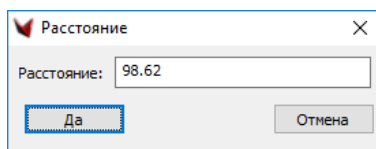

Рисунок 3.8 – Вікно введення відстані для обчислення засічки
- 2.3. З'явиться вікно *Відстань* [*Расстояние*] (рис. 3.8), де необхідно ще раз підтвердити введену відстань (або, при потребі відредагувати) натисканням кнопки *Так* [*Да*].
4. З'явиться вікно **Відстань [Расстояние]** (аналогічне рис. 3.8), де необхідно ще раз підтвердити введену відстань (або, при потребі відредагувати) натисканням кнопки **Так [Да]**.